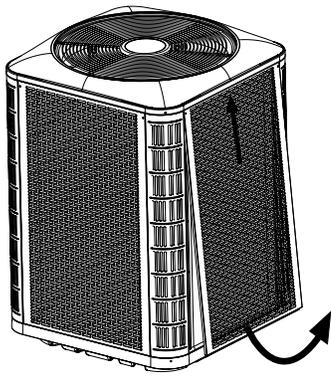
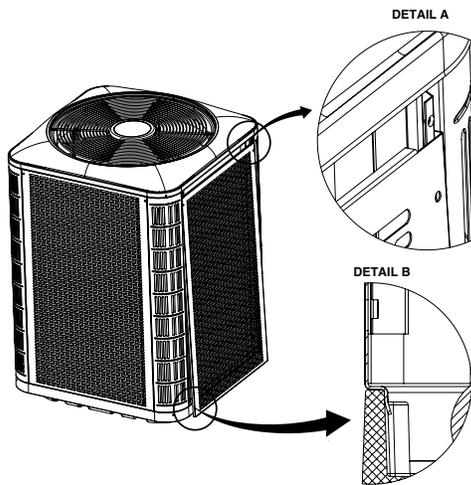

Figure 3. Désassemblage du panneau
Figure 4. Installation du panneau
- Pour accéder aux composantes internes de l'appareil, consultez la Figure 3 \(page 7\) pour désassembler le panneau et la Figure 4 \(page 7\) pour installer le panneau.
- Glissez le panneau vers le haut et le bac supérieur pour dégager la bride inférieure du bac inférieur. Voyez la Figure 3 \(page 7\).
- Insérez les coins supérieurs des brides latérales du panneau dans les rainures du montant de coin, tel que montré dans la Vue détaillée A à la Figure 4 \(page 7\).